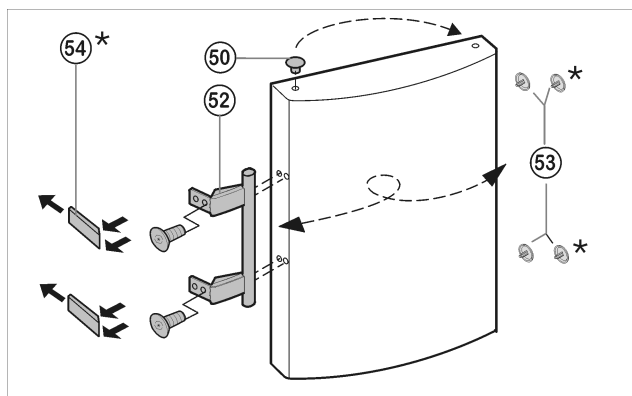

Fig. 13
- Enlever le bouchon Fig. 13 (50) du coussinet de la porte et le permuter de l'autre côté.
- Démontez la poignée de porte Fig. 13 (52), les bouchons Fig. 13 (53) et les plaques d'appui* Fig. 13 (54) et les permuter sur le côté opposé.